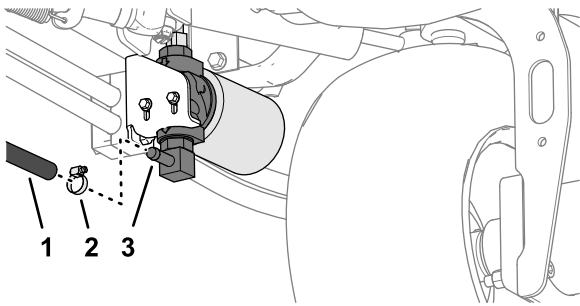

Figura 10
1. Rimuovete la fascetta stringitubo che fissa il flessibile di ritorno del serbatoio al raccordo dentellato della testa del filtro idraulico (Figura 10).
2. Rimuovete il flessibile di ritorno del serbatoio e lasciate scaricare completamente il fluido idraulico dal flessibile e dalla testa del filtro (Figura 10).
3. Montate il flessibile di ritorno del serbatoio e la fascetta stringitubo al raccordo dentellato e serrate la fascetta (Figura 10).